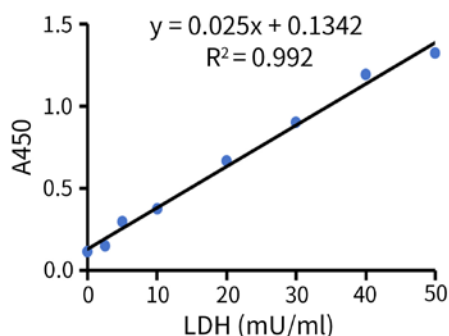

图2. 碧云天乳酸脱氢酶释放检测试剂盒(WST-8法) (C0019)对乳酸脱氢酶标准品的检测效果图。各浓度的LDH标准品加入LDH检测工作液后，37°C孵育30分钟，测定A450，在0.15-50mU/ml范围内有良好的线性关系。实际检测数据会因检测仪器、实验条件等的不同而存在差异，本图仅供参考。
- **本试剂盒检测灵敏度高, 线性范围宽。**在样品体积为100 μ l时, 可检测活力低至0.15mU/ml的乳酸脱氢酶, 在0.15-50mU/ml活力范围内有良好的线性关系。本试剂盒提供了乳酸脱氢酶标准溶液, 可以通过绘制标准曲线(图2), 计算出样品中的乳酸脱氢酶的活性。
- e. 建立LDH标准曲线，并计算样品中释放的乳酸脱氢酶活性。如果样品背景对照孔的信号比较高，样品的信号值应减去样品背景对照的信号值。LDH标准曲线可以参考图2，在0.15-50mU/ml范围内有良好的线性关系。Released LDH Activity的计算公式如下：